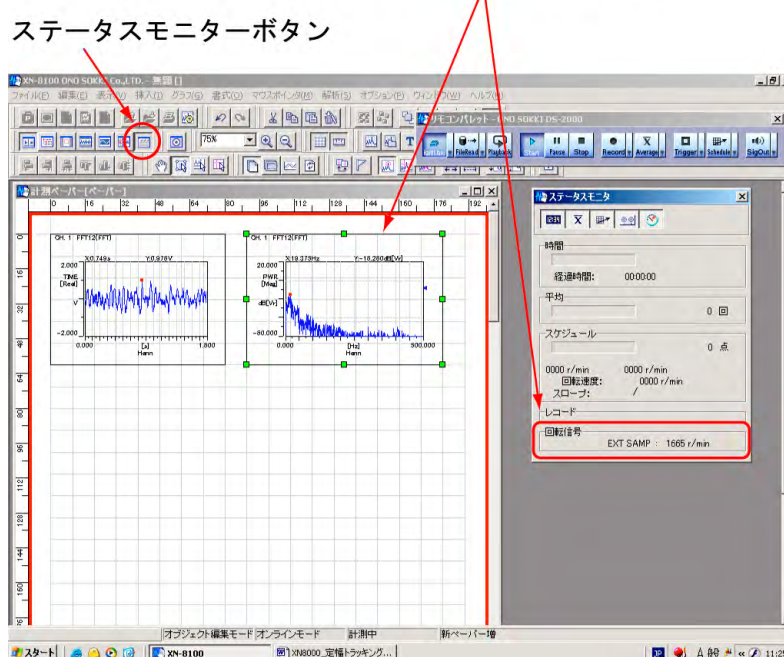

図 11
- ⑨ 【ステータスマニター】ボタンをクリックし【ステータスマニター】ダイアログを開きます。現在の回転速度や後述のスケジュールによるデータ採取の状況が表示されます（図 11）。